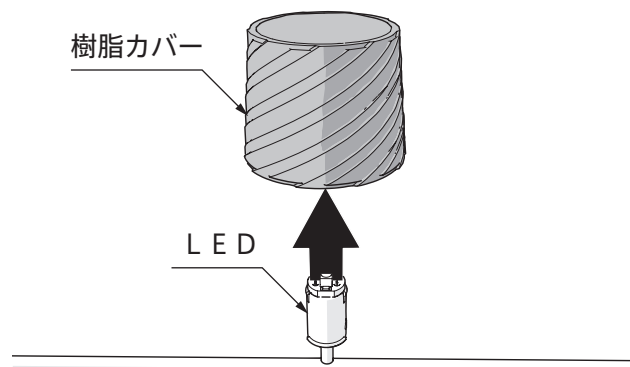

図2
2. LED取付ネジを付属の六角レンチで回してゆるめ、ワイヤーフレームからLEDを取り外します。(図2)
1. カバーキャップ固定ネジを外し、取付金具からカバーキャップを外します。(図2)